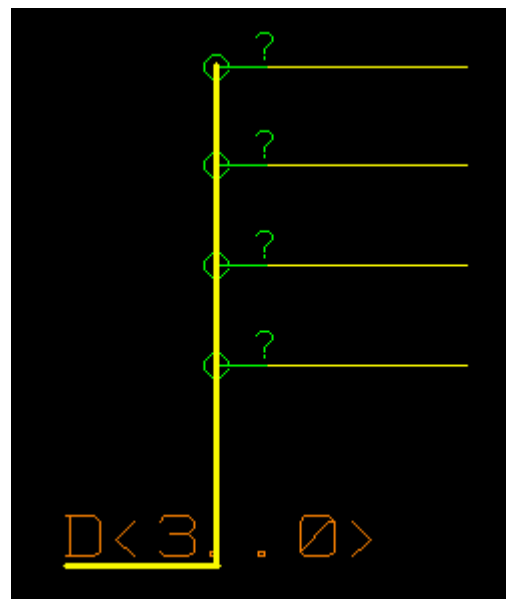

图 3.11
*Bus Tap: 用来指明某根单线在总线中的位置。例：有一条总线 D<3..0>，要将 4 条单线从中分出。选 Wire 菜单->Bus Tap，分别在总线上引出 4 根线后，如图 3.11，每条线上均有一个“？”，“？”是用来添加 BN